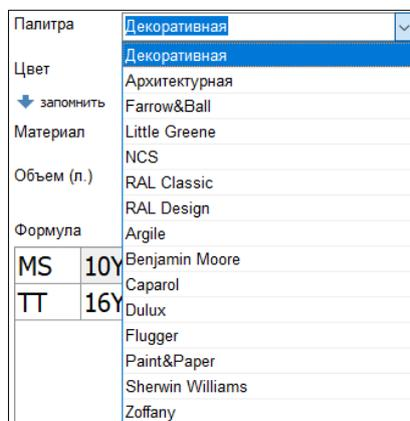

Рис. 3 – Палитра
- 1) В поле **Палитра** из раскрывающегося списка можно выбрать категорию палитры (Рис.3).